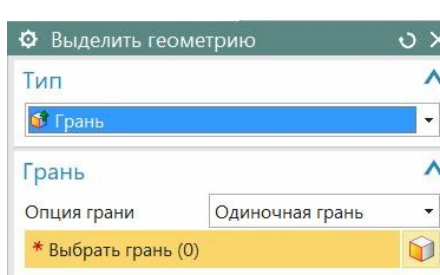

рис.86
- Вызовите команду «Вставить \ Ассоциативная копия \ **Выделить геометрию**». И с помощью этой команды, оказывается, можно выделить обе половинки нашей поверхности (рис.86).